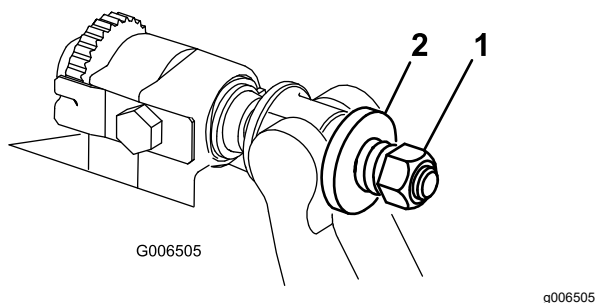

Figure 33
6. Serrez l'écrou de tension du ressort jusqu'à ce que les spires soient jointives, puis desserrez-le de 1/2 tour (Figure 33).